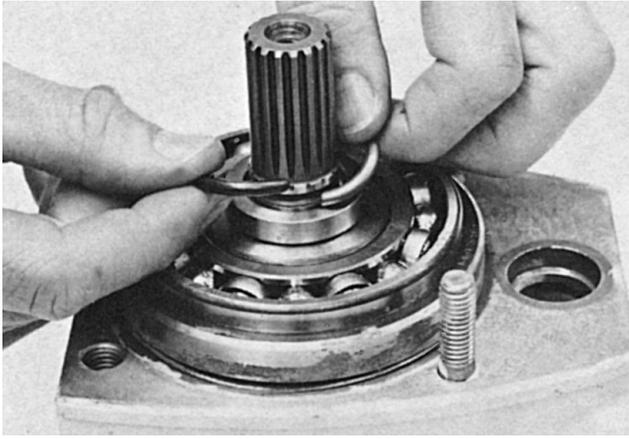

Fig. 18.
4. Poser le pignon supérieur et les cales afférentes dans le carter de renvoi. Monter les roulements à aiguilles (48) et la douille d'écartement (49) entre les roulements, ainsi que les demi-circlips inférieurs (50 et 51), figure 18, de l'arbre.